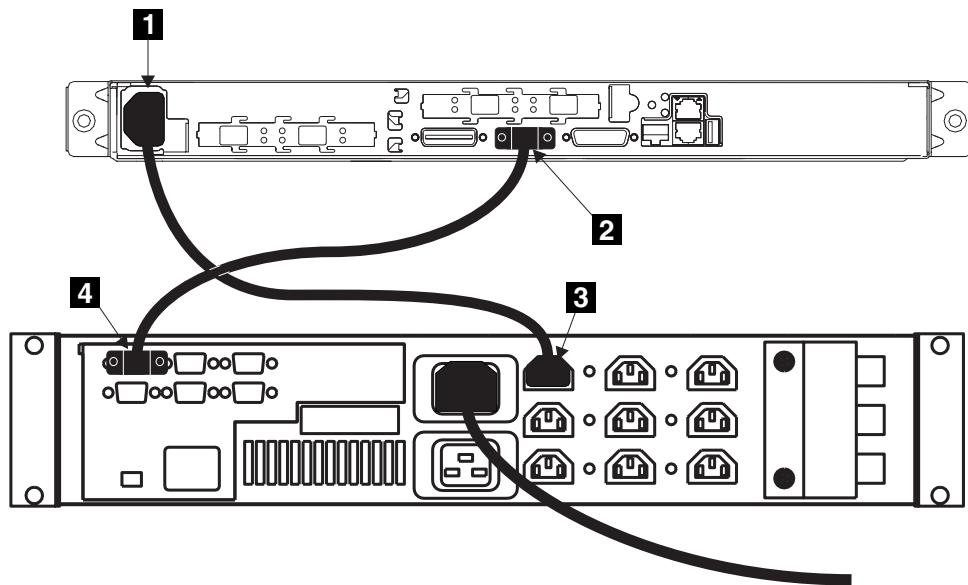

图 33. 将 SAN Volume Controller 电源线连接到不间断电源
1. 在 SAN Volume Controller 背面，将电源线插入插座 **1** (请参阅第 30 页的图 33)。